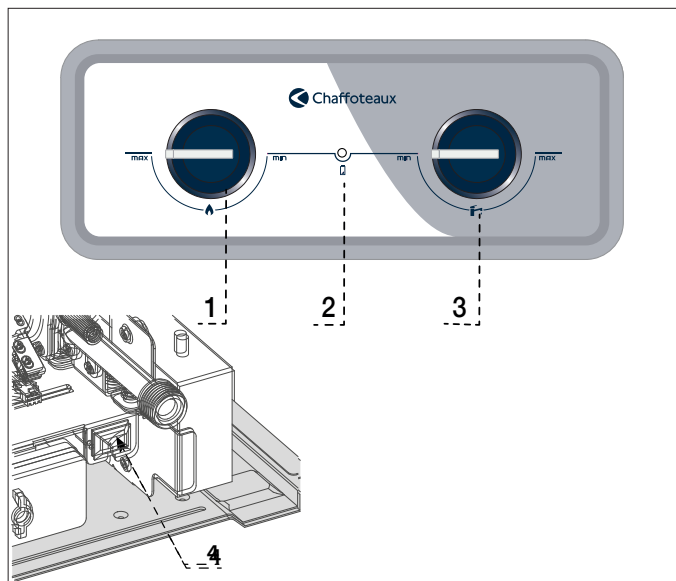

Figura 1 - Tablero de mandos y boton ON/OFF
- Encendido : pulse el botón de encendido/apagado (ver Figura 1 - Tablero de mandos y boton ON/OFF nr: 4)
- Apagado: pulse el botón de encendido/apagado ((ver Figura 1 - Tablero de mandos y boton ON/OFF nr: 4)
El mando de control de potencia (ver Figura 1 - Tablero de mandos y boton ON/OFF n.º 1) ajusta la potencia máxima del quemador. Al girarla en sentido horario, aumenta la potencia máxima, mientras que al girarla en sentido antihorario, la reduce.
El mando de control de caudal y temperatura (ver Figura 1 - Tablero de mandos y boton ON/OFF n.º 3) ajusta el caudal máximo de agua que llega al quemador. Al girarla en sentido horario, reduce el caudal máximo de agua, mientras que al girarla en sentido antihorario, lo aumenta.
Cuando las baterías estén casi agotadas, se encenderá la luz roja (ver Figura 1 - Tablero de mandos y boton ON/OFF n.º 4).